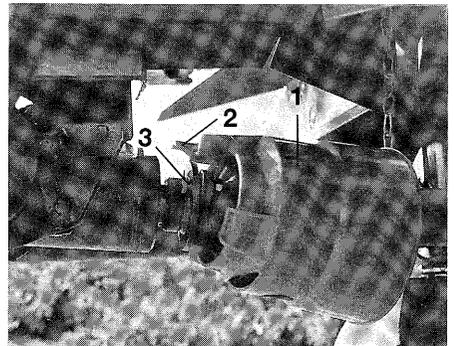

Fig. 5.3
- Separar la teja de protección de la entrada de la transmisión de acuerdo con la Fig. 5.3.